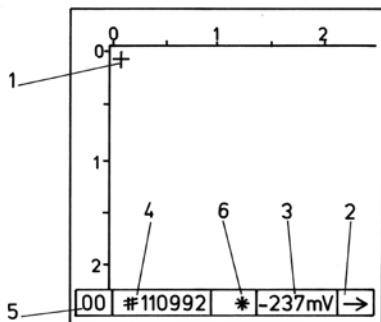

Abb. 4.1 Seite mit einem Raster von 150/150 mm.
Der Cursor beginnt in der linken oberen Ecke des XY-Rasters (Abb. 4.1). Dies gibt an, wo die erste Messung gespeichert wird. Es ist deshalb wichtig, die erste Messung am entsprechend markierten Punkt auf dem Beton durchzuführen.
- Am Ende einer Reihe müssen Sie die Taste \downarrow drücken, damit der Cursor in die nächste Zeile springt. Der Richtungspfeil (Feld 2 in Abb. 4.1) wechselt dann automatisch die Richtung zu \leftarrow .
- Bewegen Sie die Radelektrode nun wie vom Richtungspfeil (Feld 2 in Abb. 4.1) angezeigt in
- Während der Unterbrechung wird der Messwert in der Statuszeile angezeigt. (Feld 3 in Abb. 4.1)